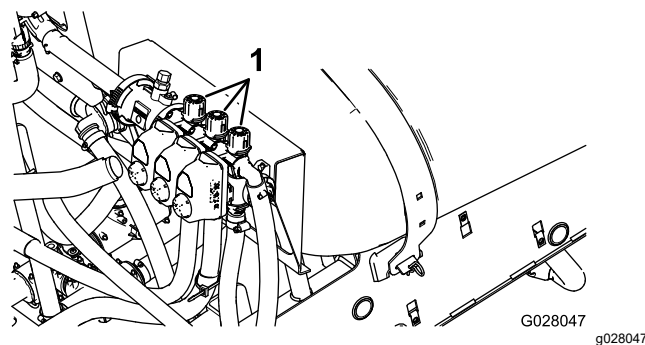

图 21
2. 关闭左喷洒臂段并调节喷洒臂段旁通旋钮 图 21 直至压力读数达到先前的调节水平通常为 2.75bar 或 40 psi。
4. 调节右喷洒臂段旁通旋钮 图 21 直至压力读数达到先前的调节水平通常为 2.75bar 或 40 psi。
6. 调节中间喷洒臂段旁通旋钮 图 21 直至压力读数达到先前的调节水平通常为 2.75bar 或 40 psi。